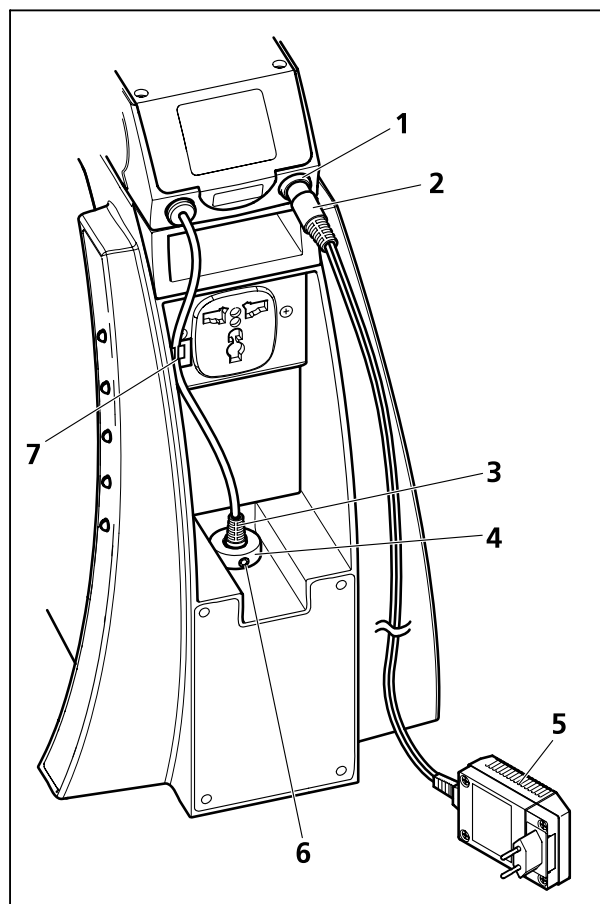

Figura 9 Conectar la unidad alimentadora
- Aflojar el tornillo prisionero situado en el lado posterior del aparato (Figura 9/6) para desenchufar el conector (Figura 9/2) de la unidad alimentadora enchufable (Figura 9/5). Enchufarlo en vez de ello en el clavijero de conexión (Figura 9/1) del dispositivo de luz reflejada.
- Enchufar el conector (Figura 9/3) del dispositivo de luz reflejada en el clavijero de conexión (Figura 9/4) del estativo y apretar el tornillo prisionero (Figura 9/6).
- Fijar el cable del dispositivo de luz reflejada apretándolo en el portacables (Figura 9/7).